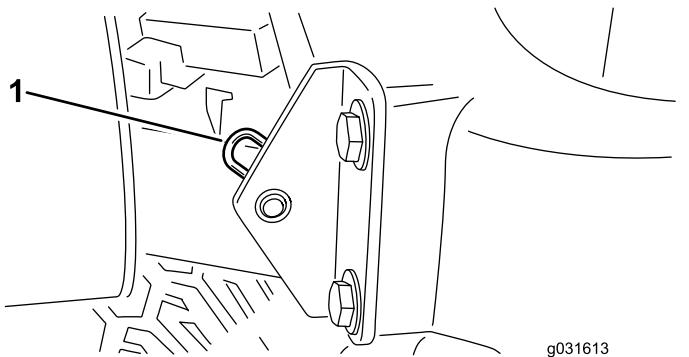

Figure 57
- Retirez la goupille fendue qui fixe le pivot de capot aux supports (Figure 57).